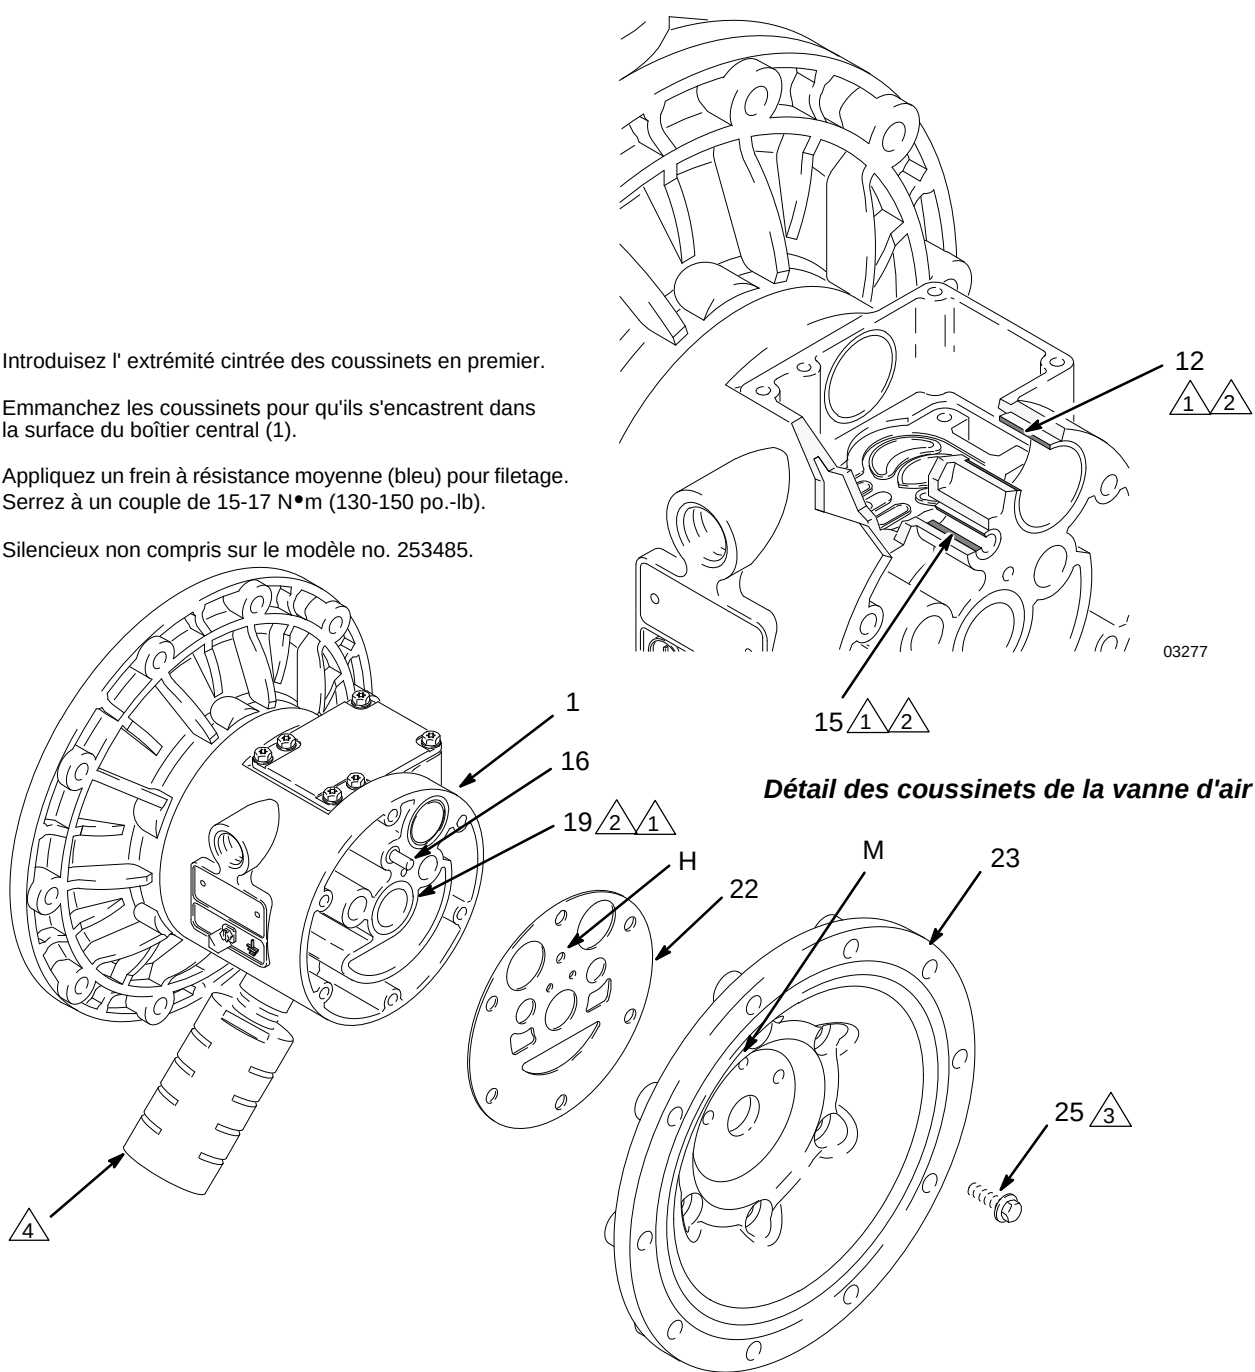

FIG. 13
5. Retirez les vis (25) maintenant les capots à air (23) sur le boîtier central (1) à l'aide d'une clé à douilles de 10 mm. Consultez FIG. 13.
6. Retirez les joints (22) des capots à air. Remplacez toujours les joints par des éléments neufs.
7. Utilisez un extracteur de coussinet pour retirer les coussinets (19) de l'axe de membrane, les coussinets (12) de la vanne d'air ou les coussinets (15) de l'axe de commande. n'enlevez pas les coussinets intacts.
8. Si les coussinets (19) de l'axe de membrane ont été retirés, introduisez une pointe pour joint torique dans le boîtier principal (1), accrochez les joints en
1. S'ils ont été retirés, placez les joints en coupelle (402*) de l'axe de sorte que les lèvres soient tournées vers **l'extérieur** du boîtier (1).
2. Les coussinets (12, 15 et 19) sont cintrés et ne peuvent être installés que dans un sens. Insérez les coussinets dans le boîtier central (1), **extrémité cintrée en premier**. Emmanchez le coussinet de sorte qu'il soit encastré dans la surface du boîtier central en utilisant une presse ou un bloc et un maillet en caoutchouc.
4. Placez le nouveau joint (22) de capot à air de sorte que l'axe de commande (16) dépassant du boîtier central (1) s'insère exactement dans l'orifice (H) adéquat du joint.
5. Alignez le couvercle à air (23) de sorte que l'axe de commande (16) entre dans l'orifice intermédiaire (M) parmi les trois petits orifices proches du centre du couvercle. Appliquez de l'appât et du frein-filet à résistance moyenne (bleu) sur le filetage de la vis (25) et serrez les vis à la main. Consultez FIG. 13. Serrez les vis à l'opposé et de manière uniforme à un couple de 15-17 N•m (130-150 po.-lb) à l'aide d'une clé à douille de 10 mm.